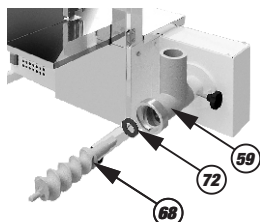
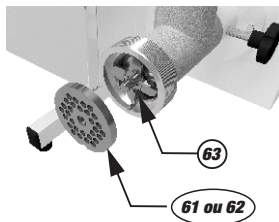

Figura 8
Figura 9
-Em seguida coloque a rosca sem fim (68) e a arruela de celeron (72) dentro do corpo da boca (59) conforme **figura 8**, em seguida a faca cruzeta (63) e o disco para moer escolhido (61 ou 62) conforme **figura 9**.
IMPORTANTE : A faca cruzeta (63) deve ser colocada de modo que o lado de corte fique em contato com o disco para moer (61 ou 62) conforme **figura 9**.